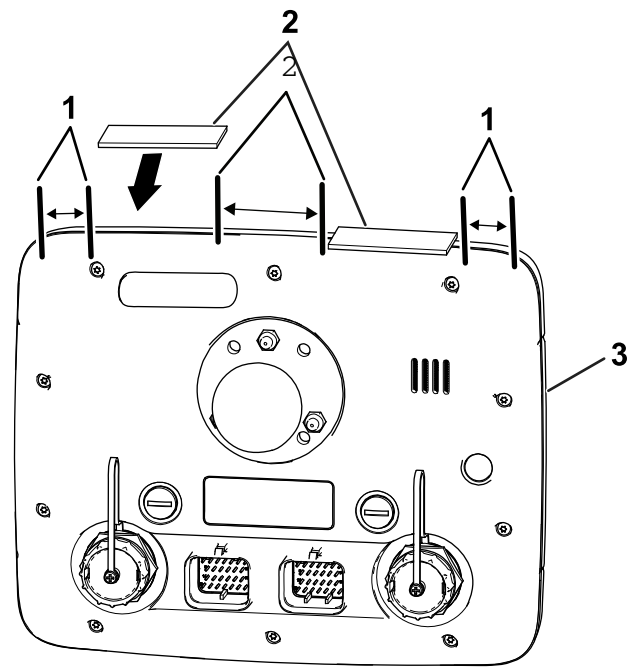

Figure 129
- Placez les bandes adhésives sur le haut de l'écran montré à la Figure 129.